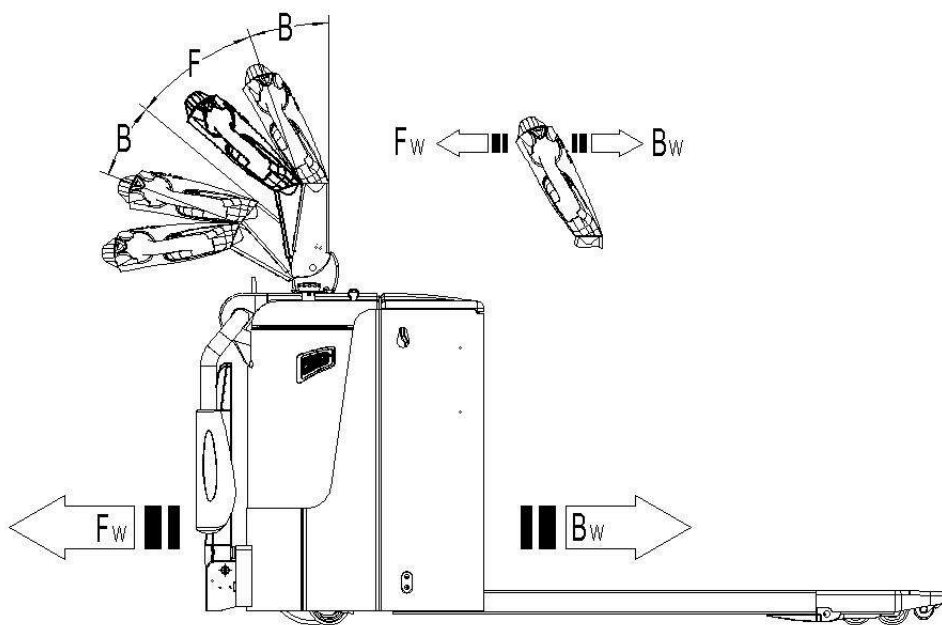

Рис. 11: Направления движения
Поверните ключ (8), переместите ручку в рабочее положение ('F', Рис.11), поверните рукоятку акселератора в направлении вперед 'Fw.' или назад 'Bw.' (Рис. 11).